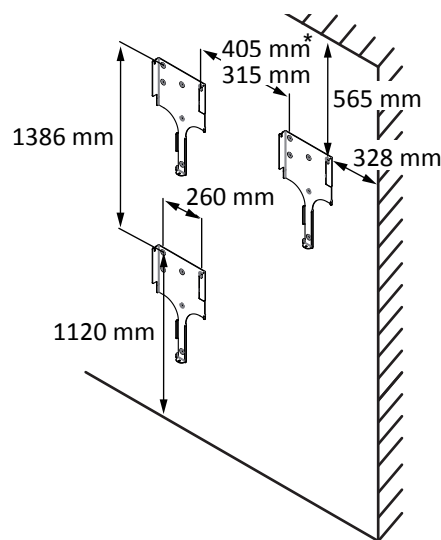

Abb. 8: Position Wandhalterung / Aufhängung
- Mindestabstände bei der Montage: [Siehe Abbildung 8] [► Seite 42]